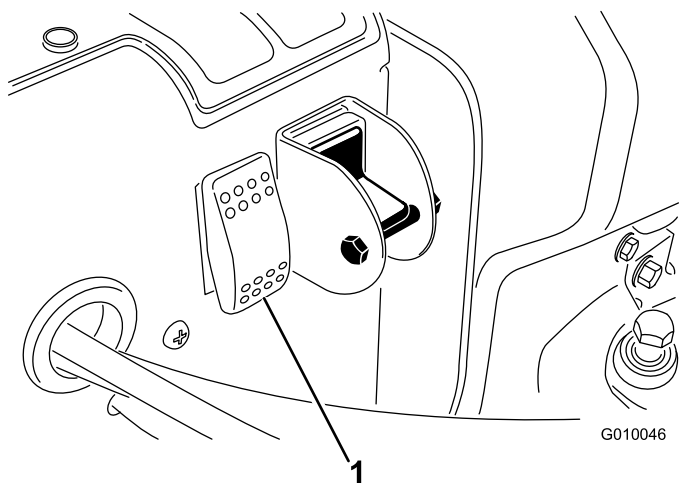

Figura 30
2. Pulse el interruptor de reinicio del sistema (Figura 30).